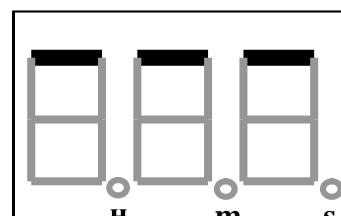

Рис.4
- выходной ток не изменится после окончания времени работы таймера (рис. 4);